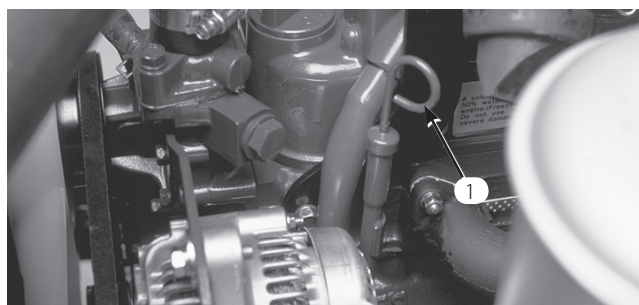

図 25
2. ディップスティックを抜き、ウェスで一度きれいに拭く（図25）。ディップスティックを、首の根元までもう一度しっかりと差し込む。ディップスティックをもう一度抜きとって、オイルの量を点検する。油量が足りなければディップスティックの FULLマークまで補給する。